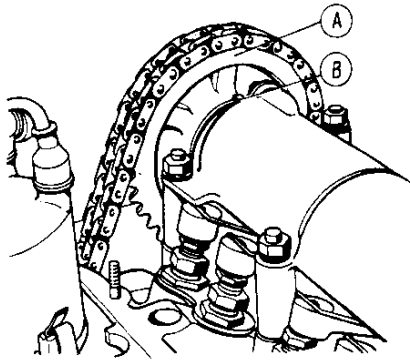

Fig. 32. Registrazione del punto morto superiore del pistone del quarto cilindro
- ruotando l'albero motore in senso orario, fate coincidere il contrasegno "A" (fig. 32) sulla stellina con il "B" sul corpo dell'albero di distribuzione. In questo caso il pistone del quarto cilindro si trova nel punto morto superiore in fase di compressione e le valvole sono chiuse;